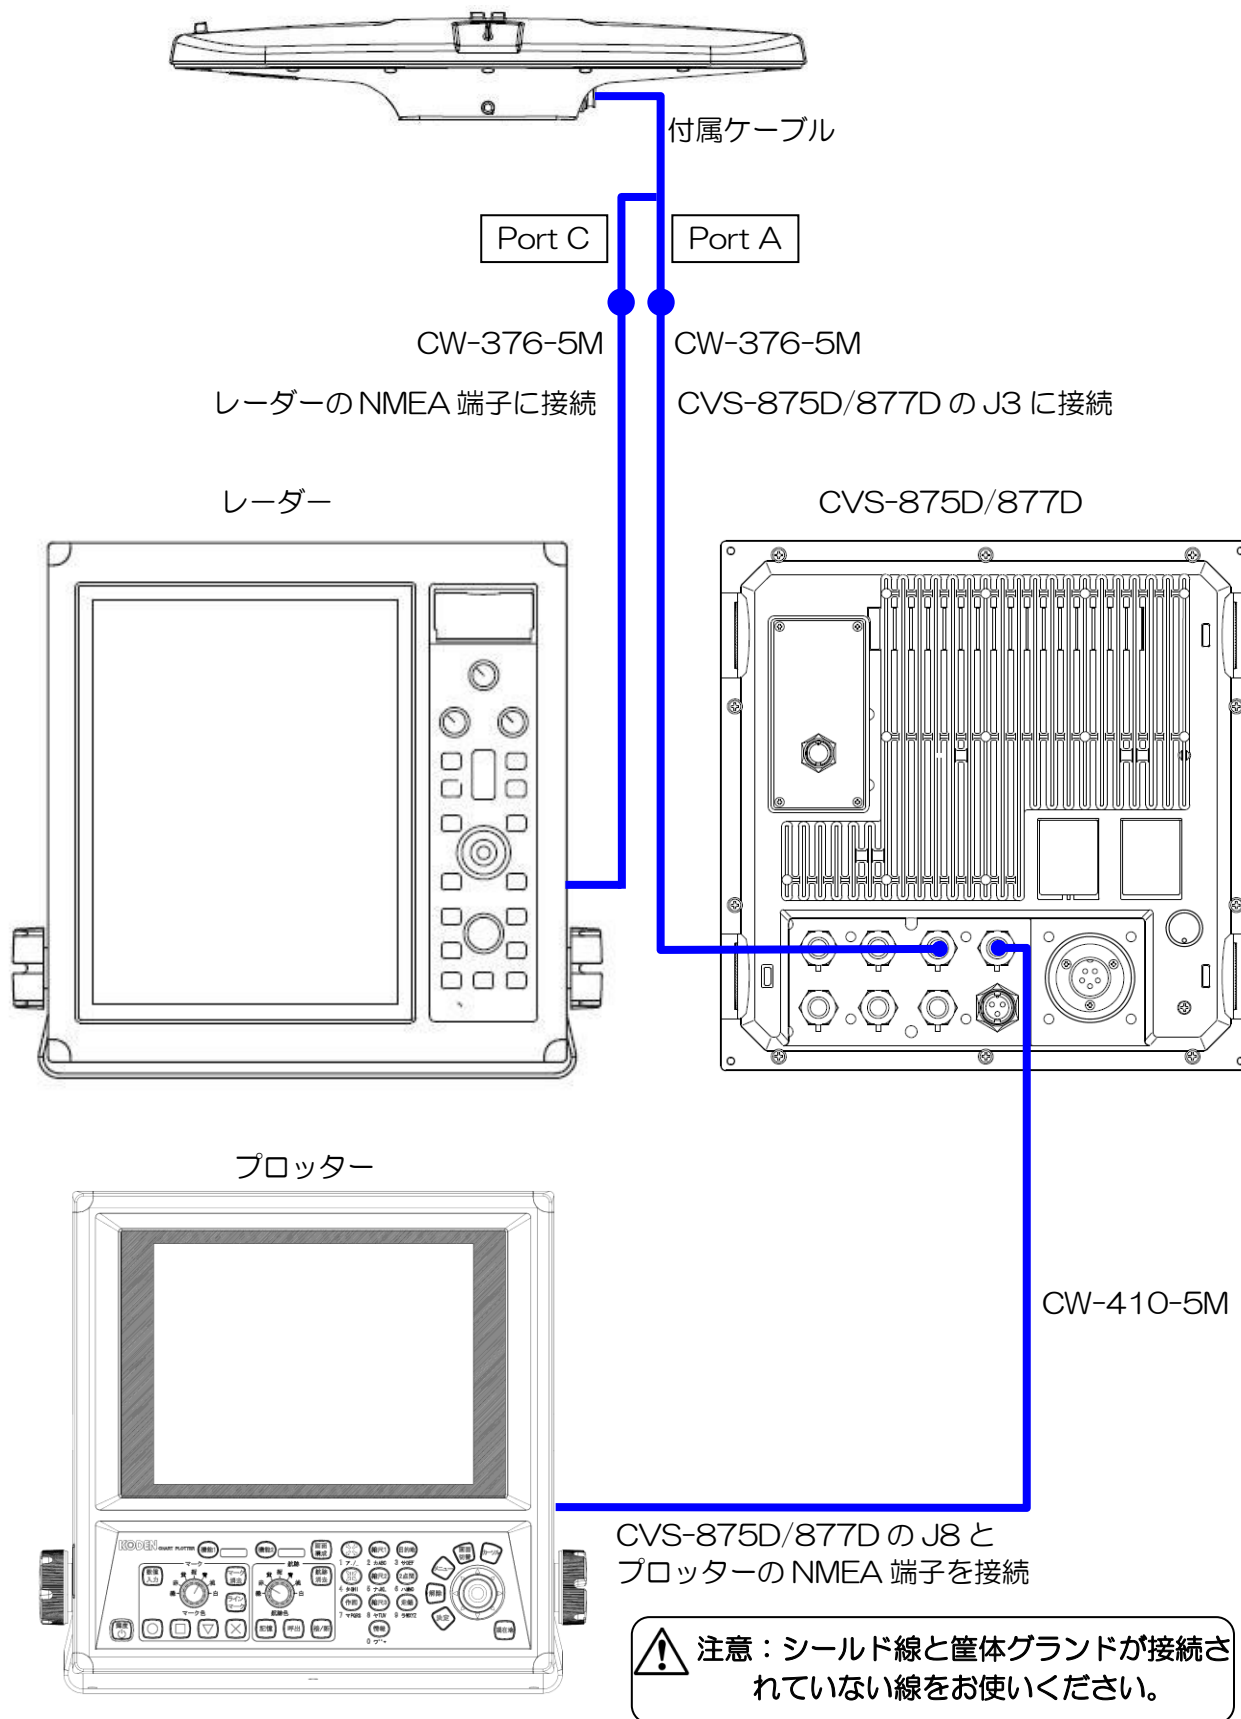
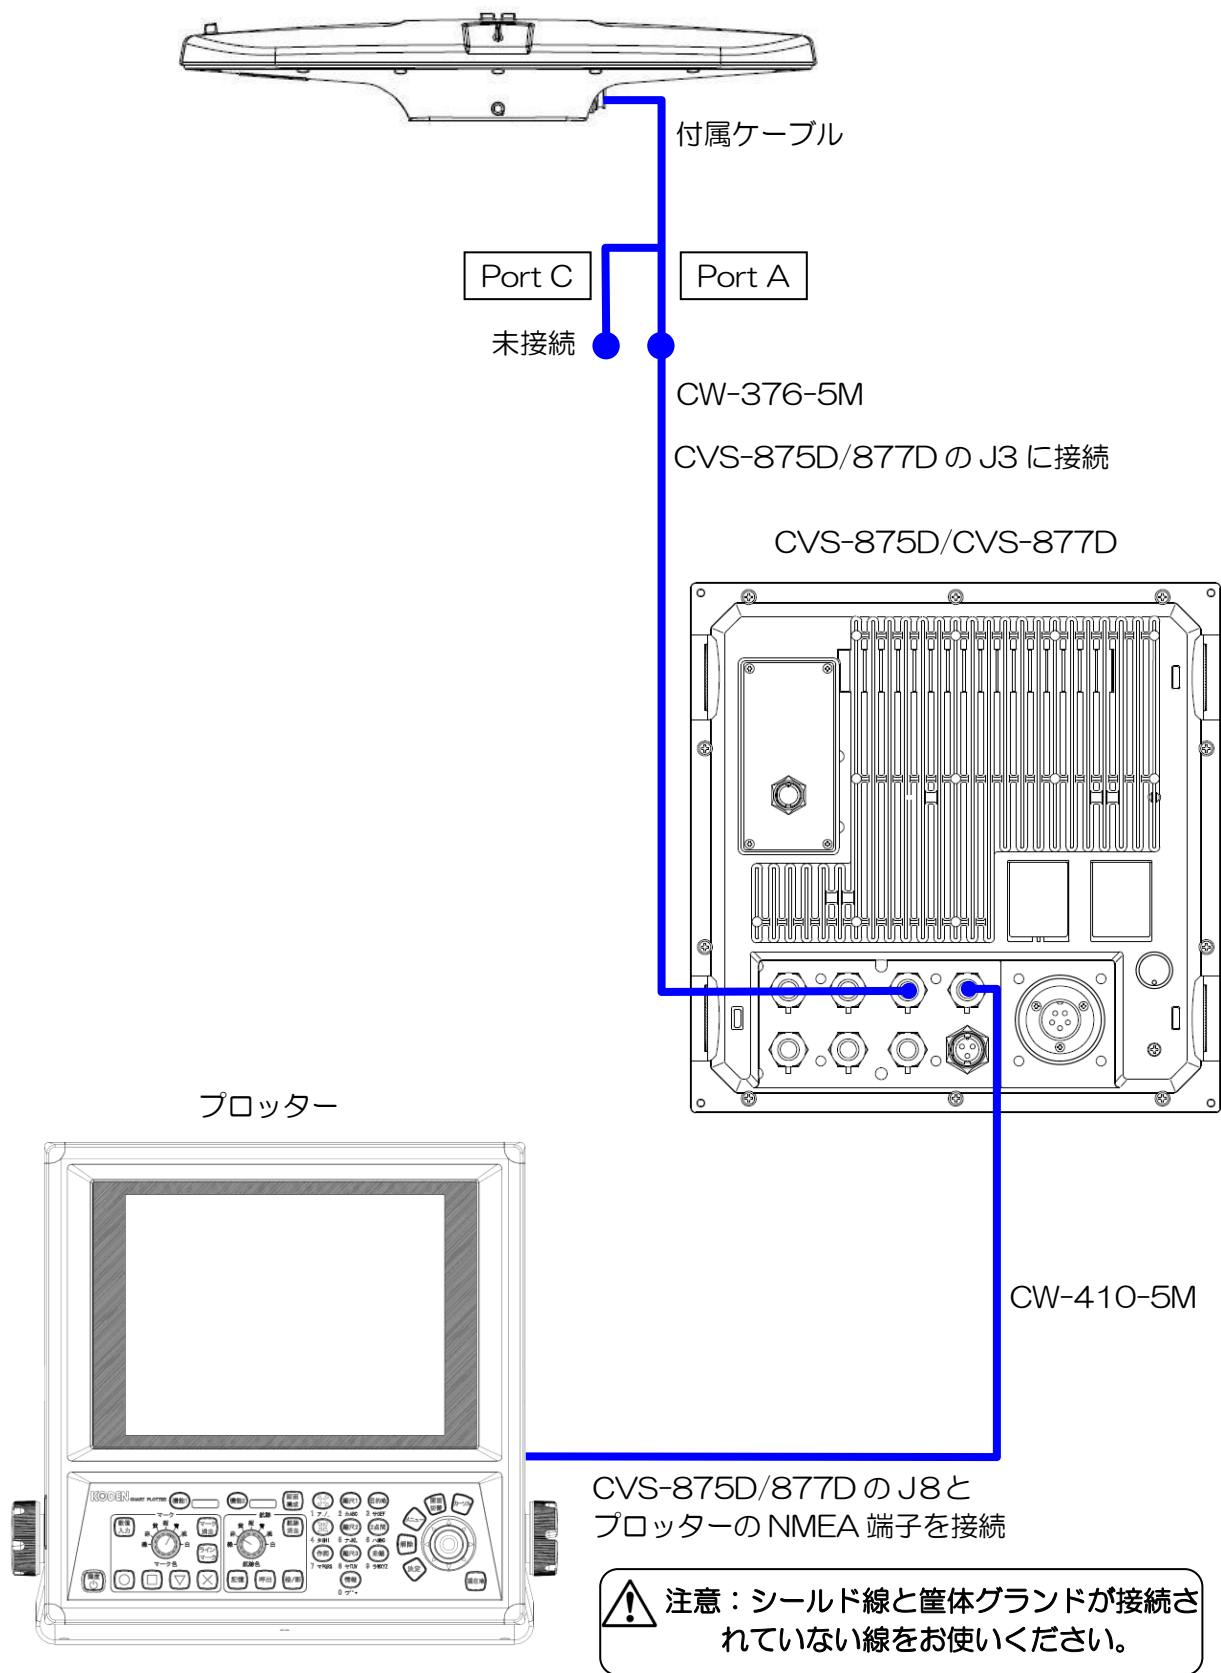

図 1.59 総合接続図 1
図 1.61 総合接続図3
- 3) レーダーにも接続し GPS コンパスとして接続する場合は、Port C と半田付けが終了した CW-376-5M をレーダーの NMEA 端子へ接続してください。（図 1.59 接続図 1 参照）
それ以外の場合は Port C との接続の必要はありません。（図 1.61 総合接続図 3 参照）
- 4) 図 1.59 総合接続図 1～図 1.61 総合接続図 3 を参照して、CVS-875D/877D の J8 端子と NMEA で通信する他の機器を接続してください。